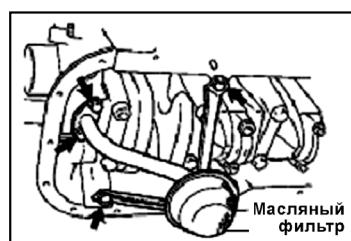

Рис. 84
7. Снимите масляный фильтр (Рис.84);